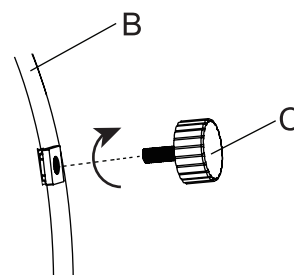

Figure 1
1. Mit Hilfe einer zweiten Person stellen Sie die Feuerstelle (B) vorsichtig auf eine flache, nicht scheuernde Oberfläche, um Kratzer zu vermeiden. Überprüfen Sie die vier Ecken an der Unterseite, richten Sie die Gleitfüße (C) an den Schraublöchern aus und drehen Sie im Uhrzeigersinn (siehe Figure 1).